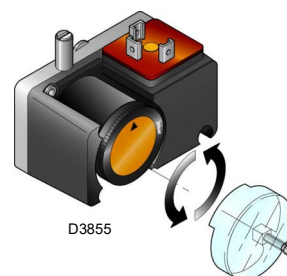

Fig. 28
- Regular el presostato gas de mínima (Fig. 28 en la pág. 26) en inicio de la escala.
Realizar el ajuste del presostato gas de mínima (Fig. 28) después de ajustar el quemador, las válvulas de gas y el estabilizador de la rampa.